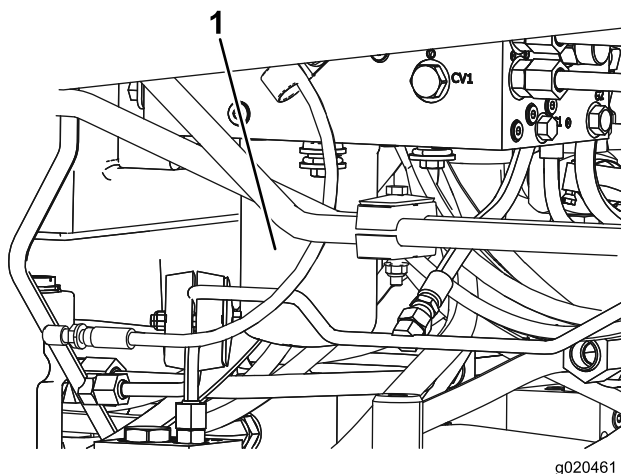

Figura 74
5. Repita el procedimiento con el otro filtro (Figura 74).